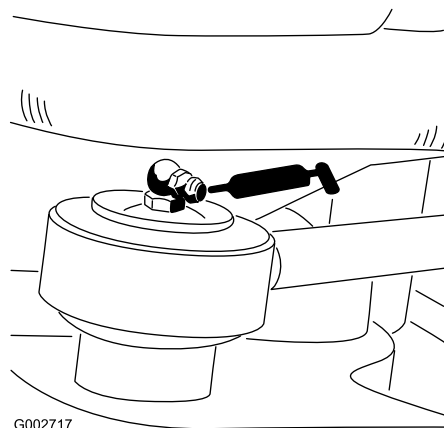

Рисунок 25
- Конец штока гидроцилиндра рулевого управления (1) (только мод. 08705) (Рисунок 25)